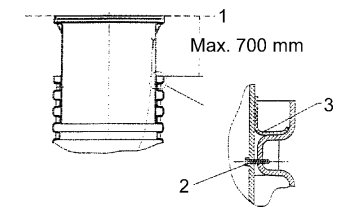

Bild 5
Schaktförlängningen skall skjutas in i schaktöppningen så långt att förlängningens överkant är i samma plan som markytan (Bild 5, pos 1). Vid en förlängning om mindre än 150 mm rekommenderas vanliga betongringar med därtill hörande betonglock, eller får schaktförlängningen kortas av vid nedre änden.
Med hjälp av sex bifogade sexkantskruvar (Bild 5, pos 2) ansluts schaktförlängningen med schaktet vid översta schaktfalsen.
Skjut in plantätningen i övre spåret (Bild 5, pos 3) på sådant sätt att den ligger med så stor yta som möjligt och med liten hörnradie, utan veck på spårets botten. Var noga med att det är rent mellan plantätning och spårets botten.